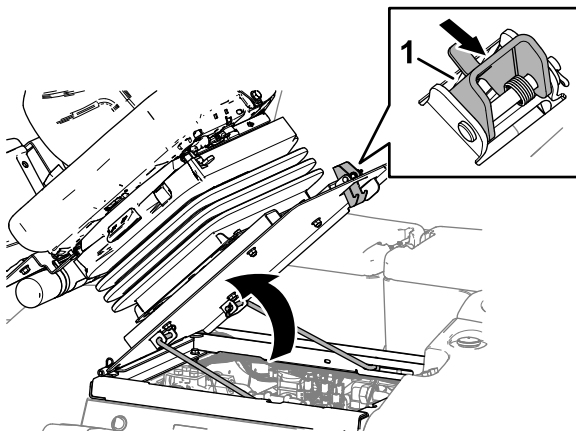

Figure 63
1. Déplacez le verrou du siège vers l'extérieur (Figure 63).